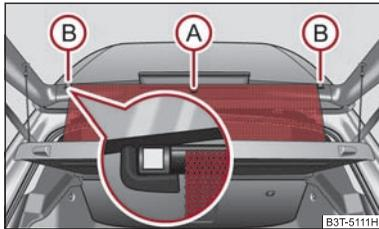

Abb. 61 Sonnenschutzrollo ausrollen
- Ziehen Sie das Sonnenschutzrollo am Griff (A) ⇒ Abb. 61 heraus und hängen Sie es in die magnetischen Halter (B).